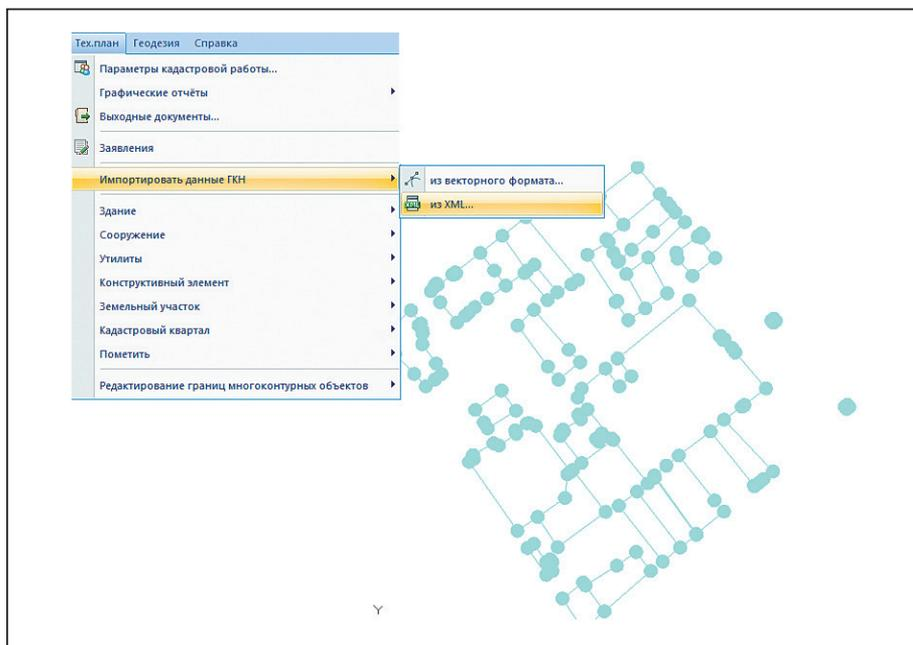

Рис. 2. Импорт данных ГКН из XML
1. Для импорта КПТ необходимо запустить команду *Импорт данных ГКН из XML* (рис. 2) и выбрать файл XML. Через мгновение программа предложит вам перейти к месту вставки данных и предоставит отчет в текстовом формате с описанием типа и количеством импортированных объектов.